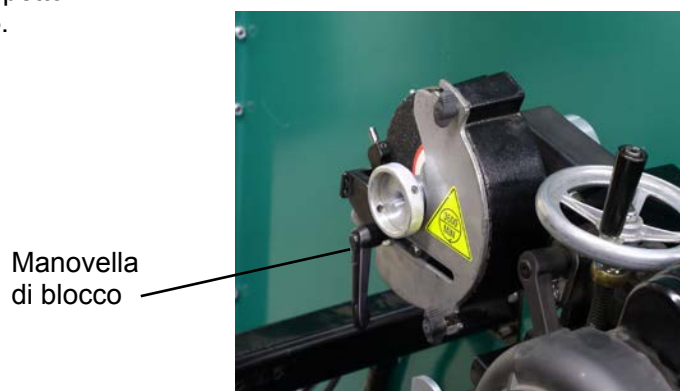

FIG. 15
3. La manovella di blocco sul lato della piastra del supporto/protezione è una regolazione per l'usura della ruota per molatura. Utilizzare per tenere i puntali nella posizione corretta rispetto alla ruota per molatura. Vedere la FIG. 15.